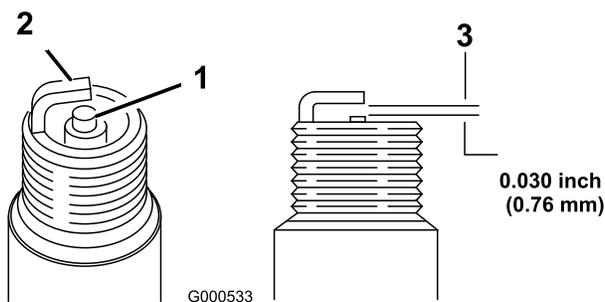

Figura 21
5. Fije el hueco entre los electrodos en 0,76 mm (0,030 pulg.) (Figura 21).